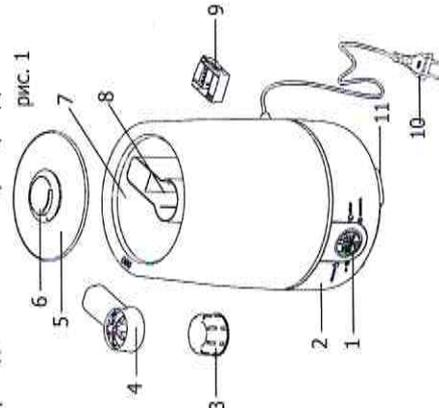

рис. 1
3.1. Общий вид и схема сборки (рис.1)